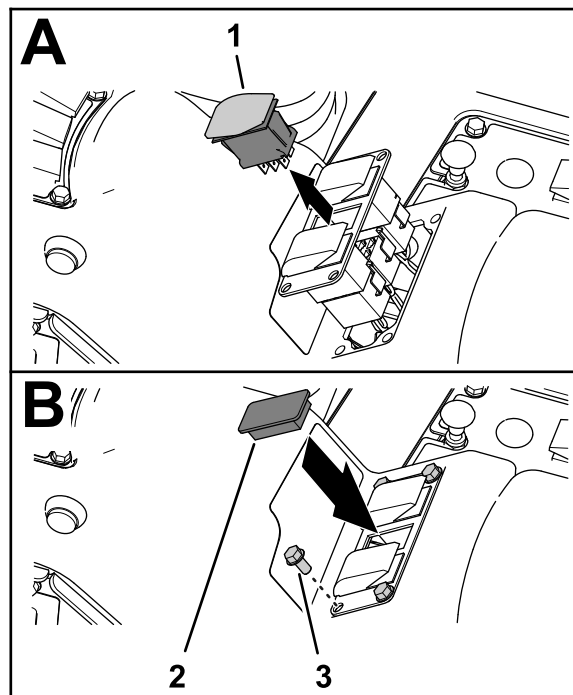

Figura 32
2. Schiacciate tra loro le alette di bloccaggio dell'interruttore di comando del volume e spingete il comando verso l'alto estraendolo dal pannello a 3 interruttori (Figura 32).
5. Montate il pannello a 3 interruttori sul quadro di comando (Figura 32) con le 4 viti a testa flangiata (1/4" x 1/2") rimosse al passaggio 1.